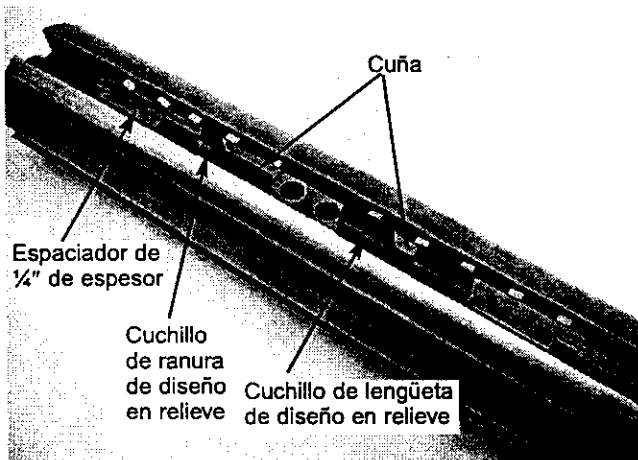

Figura 25 – Ajuste Múltiple, Cuchillos de Ranura y Lengüeta
Consulte la Figura 25.
- La cepilladora/molduradora se adaptará a múltiples ajustes de cortadoras de moldeado o cuchillos de diseño en relieve. La Figura 25 muestra los cuchillos superior e inferior del juego de cuchillos de ranura y lengüeta.